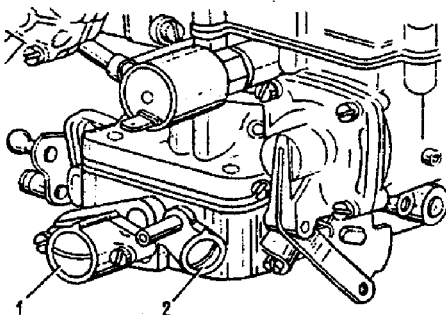

Fig. 2-84. Parafusos de ajuste da marcha-lenta: 1 - ajuste da quantidade de mistura; 2 - ajuste da proporção da mistura.
Os elementos de ajuste da marcha-lenta do motor são os parafusos 2 e 1, que permitem regular a proporção de mistura e a quantidade da mistura, respectivamente (fig. 2-84). Para evitar o desajuste inadvertido da marcha-lenta, por parte de terceiros, ou do proprietário do veículo, os parafusos de ajuste da marcha-lenta são providos de casquilhos limitadores de plástico, os quais somente permitem girar esses parafusos de meia volta.
1. Através do parafuso 1 (fig. 2-84), ajustar a rotação do motor, com o auxílio de um tacômetro, para $13,6 - 15 \text{ s}^{-1}$ (820 - 900 rpm).